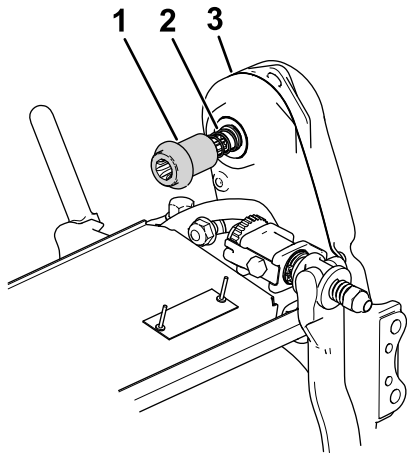

Bild 7
4. Montieren Sie die Kupplung und die Feder am Spindeltrieb des Mähwerks (Bild 7).
5. Stellen Sie sicher, dass sich die Kupplung (Bild 7) auf der Antriebswelle des Getriebes leicht hin und her bewegen lässt.